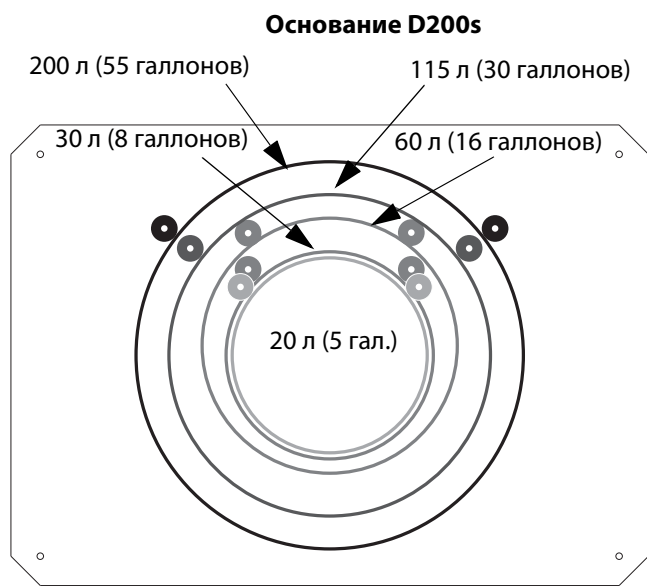

Рис. 15: Основание рамы
1. Используйте правильную схему расположения монтажных отверстий в основании рамы. См. Рис. 15.